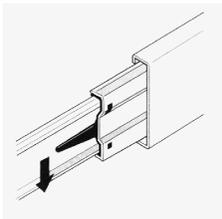
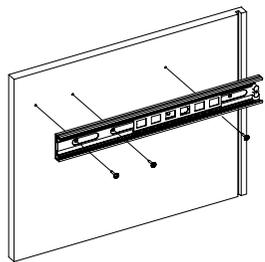

Рис.3
Рис.4
2. Отсоедините от основания телескопических направляющих внутренние планки, отогнув пластиковый рычажок фиксатора (Рис.3). Основания телескопических направляющих закрепите на деталях 4, 5 винтами М5х8 (Рис. 4). !!! Приложите телескопическую часть отверстиями к отверстиям на боковине стола, чтобы они были отцентрованы относительно друг друга. Вкрутите винты М5х8 с помощью шуруповерта, приложив немного усилий. **Внимание:** винт М5х8 должен заходить с натягом для максимально плотной фиксации телескопических направляющих.